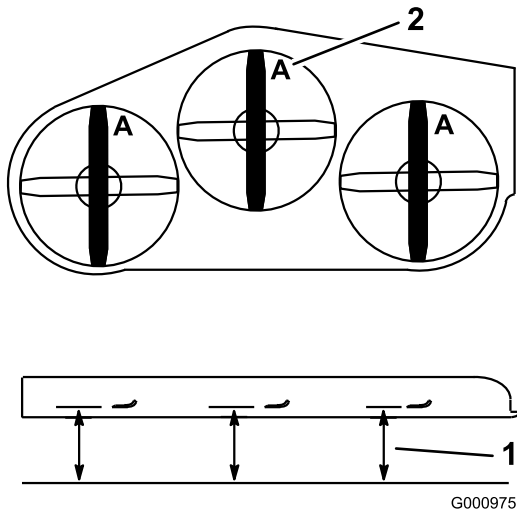

図 82
3. ブレードが前後方向を指すように回転させる(図 82)。
4. Aの位置で(図 82)、平らな床面からブレードの刃先までの高さを測る。